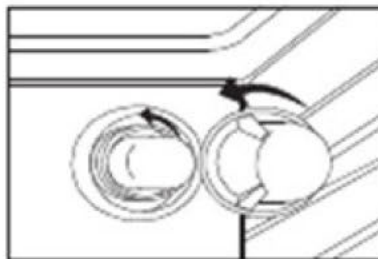

Figure 16
- Veuillez enlever le couvercle de verre en le tournant dans le sens contraire des aiguilles d'une montre. (Voir la figure 16)